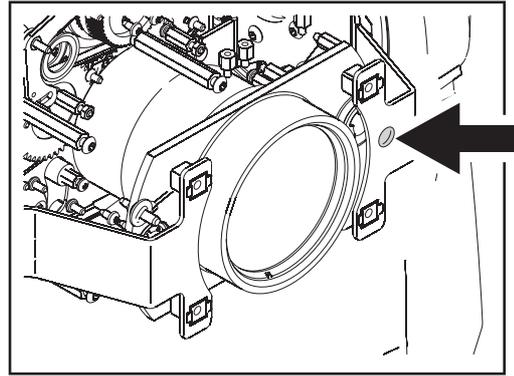

Figura 18: Tornillo de ajuste manual del módulo de enfoque
4. Observar la Figura 18. Insertar un destornillador a través del agujero de la placa de montaje frontal (marcado con una flecha) y utilizar el tornillo de ajuste manual para desplazar el enfoque hasta la parte posterior del proyector.